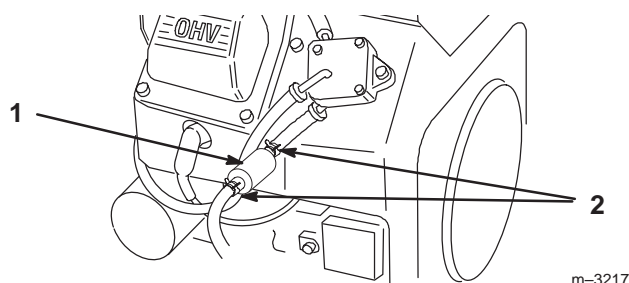

Figure 31
4. Pincez les extrémités des colliers et faites glisser ceux-ci pour les éloigner du filtre (Fig. 31).